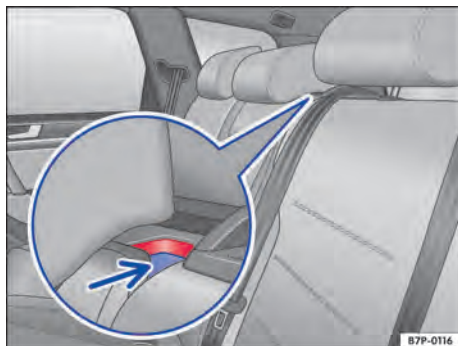

Fig. 128 No encosto do banco traseiro: botão de destravamento pressionado com marcação vermelha.
- Rebater a parte central do encosto do banco traseiro com o dispositivo para transporte de objetos longos para trás, até que ela se trave. A marcação vermelha no botão de destravamento ⇒ Fig. 128 (seta) não pode mais ser visível.